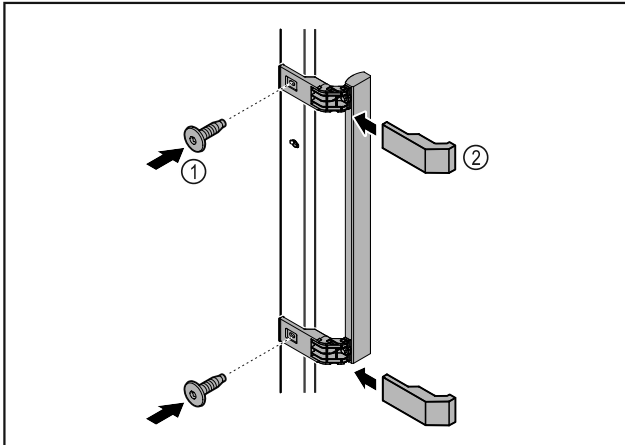

Fig. 9
- ▶ Madlo z přiloženého příslušenství upevněte na dveře pomocí přiložených šroubů Fig. 9 (1).
- ▶ Nasadte kryt Fig. 9 (2).